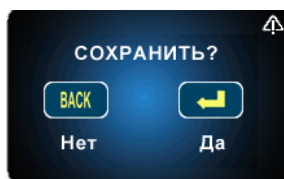

Рисунок 2.33 – Сохранение
7. Для сохранения нажмите клавишу «  ». И нажмите клавишу «  » («ДА»), чтобы сохранить или клавишу «  » («НЕТ»), чтобы выйти без сохранения (рис. 2.33).